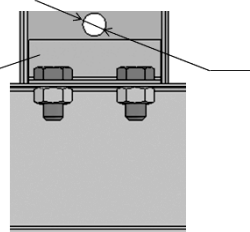

Рисунок 4
3. Вставить стойки 3 между швеллерами 2 (см.рис.4)